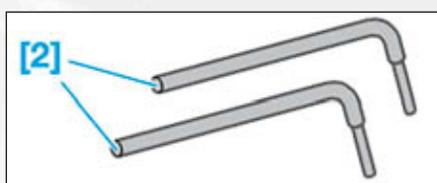

FIG.60
- [2]. Leviers de décollement de la culasse (réf : 0188-L) (Fig.60).